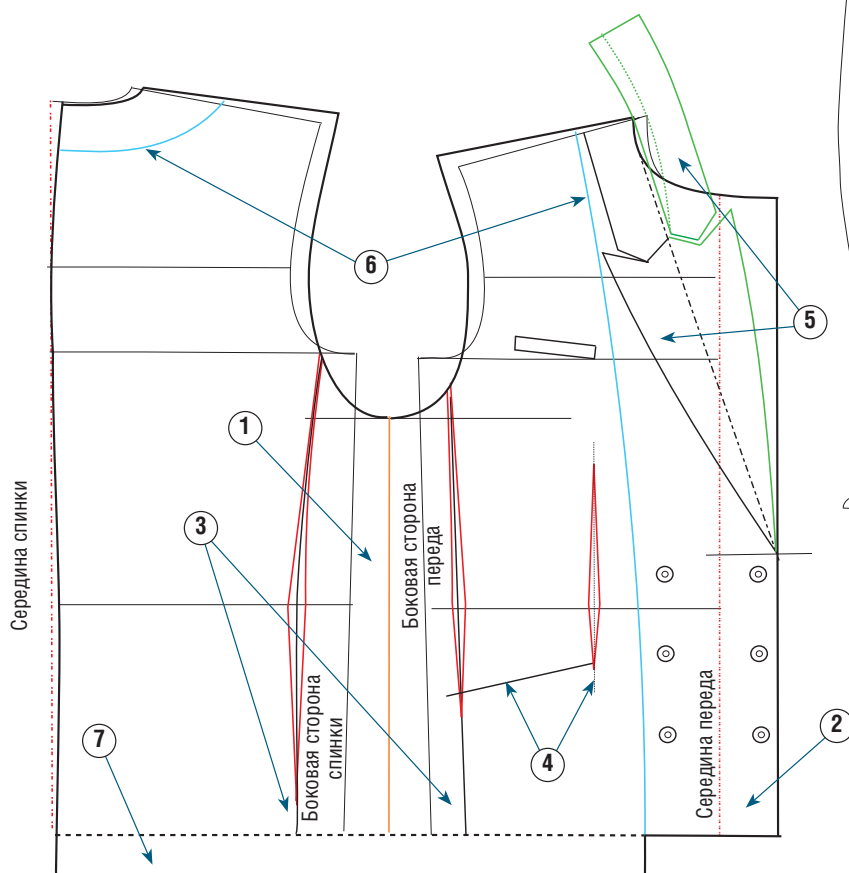

Рис. 1
① Откорректировав горловину, линии плеч и проймы, добавьте припуск на свободу облегания по обхвату груди и расположите полочку таким образом, чтобы состыковать боковые линии переда и спинки (на рис. 1 показано оранжевой линией). Свобода облегания по ширине пиджака возрастает примерно на 14–16 см.
② Начертите параллель к линии середины переда, чтобы обозначить ширину полузаноса (нахлеста). Эта мерка зависит от выбранной модели и индивидуальных предпочтений, но, как правило, не должна превышать 10–12 см, иначе вертикально спадающая часть полузаноса может деформироваться. По краю нахлеста расположите ряд пуговиц, после чего на другой стороне середины переда отзеркальте его вторым рядом пуговиц.
③ Нарисуйте разрезные линии на спинке и полочке (см. этап 1 конструирования пиджака с отрезными бочками на с. 170).
④ Начертите ось талиевой вытачки переда (местоположение вытачки описано на с. 26, этап 4), затем обозначьте место входа в карман, которое может быть расположено горизонтально или слегка наискось.
⑤ Определите высоту перегиба лацкана, после чего нарисуйте желаемую форму воротника (см. с. 159–160).
⑥ Начертите подборт полочки и обтачку горловины спинки. Ширина подборта на линии плеча обычно равна примерно 5–7 см и расширяется внизу пиджака, чтобы обеспечить размещение второго ряда пуговиц. Под линией талии она спускается вертикально. Чтобы обозначить обтачку горловины спинки, с помощью кальки или копировального ролика отложите на линии плеча переда кривую горловины определенной ширины.
⑦ К низу пиджака от середины спинки до подборта полочки прибавьте высоту подшивки. В большинстве случаев эта величина составляет 3–5 см, однако точная мерка зависит от свойств ткани – ее толщины, упругости и т.д.